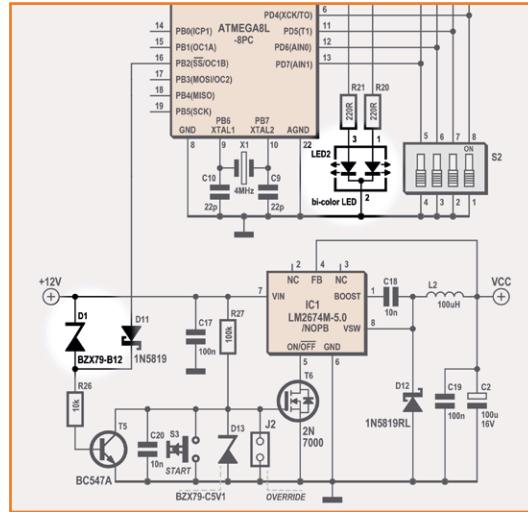

Figure 1.
1. En cas de dépassement des seuils d'alerte de la température de la batterie, le microcontrôleur coupe l'électronique. Il faut ensuite un réenclenchement *manuel* du régulateur. On supprime pour cela la zener D1 sur le schéma existant (**fig. 1**), ce qui enlève aussi au module la possibilité de se réenclencher de façon entièrement automatique lorsque la batterie remonte au-dessus de 12 V après une décharge profonde.